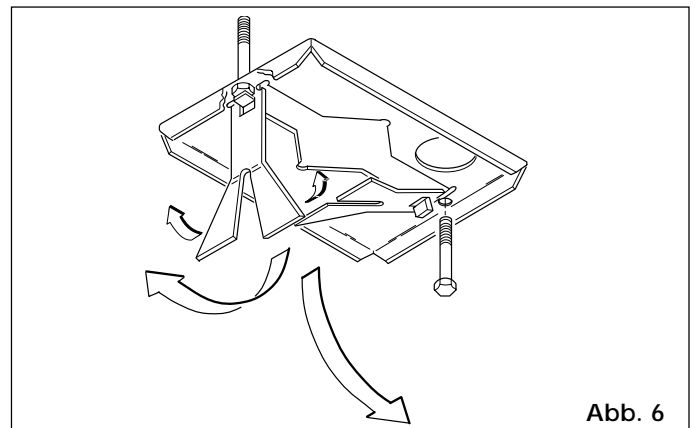

Abb. 6
- 2) Die Fundamentplatte nach Angaben in Abb. 6 einrichten.